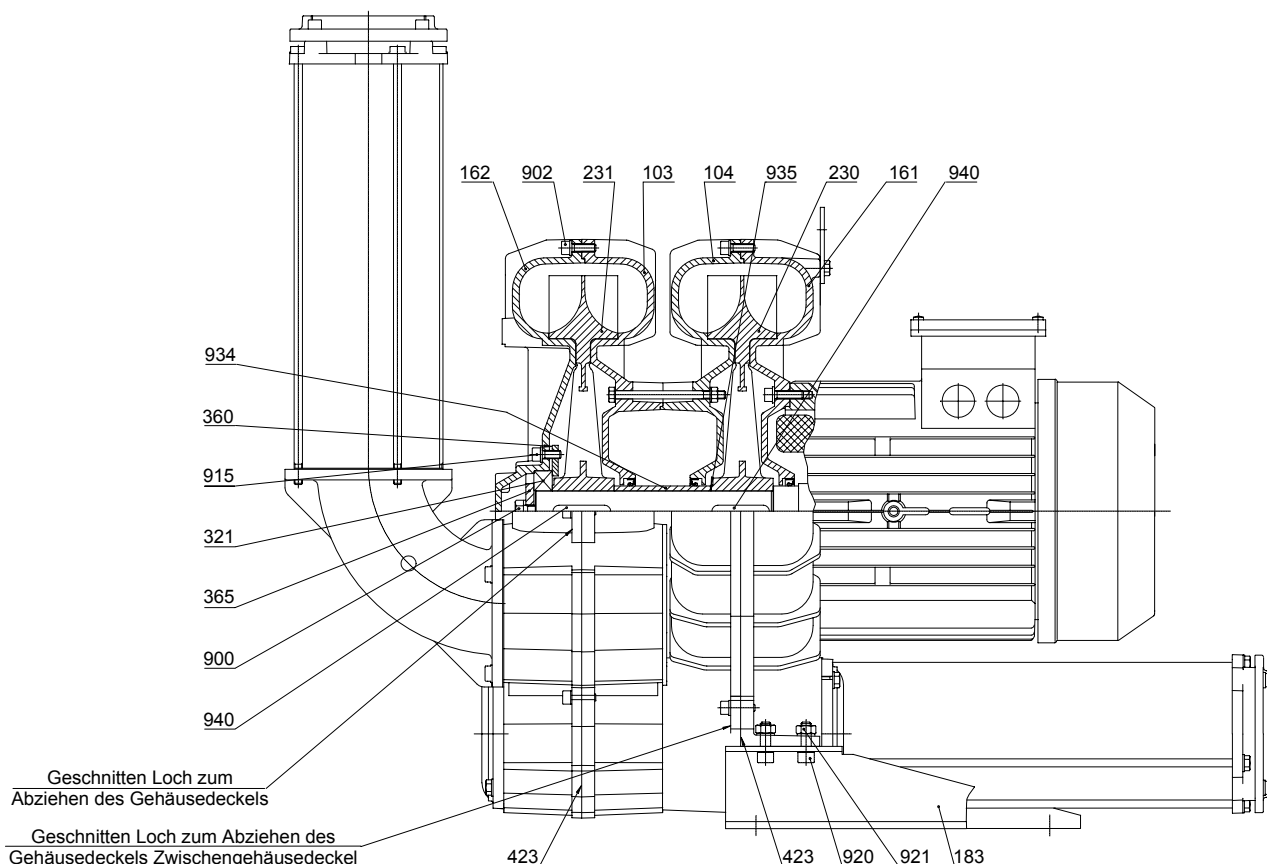
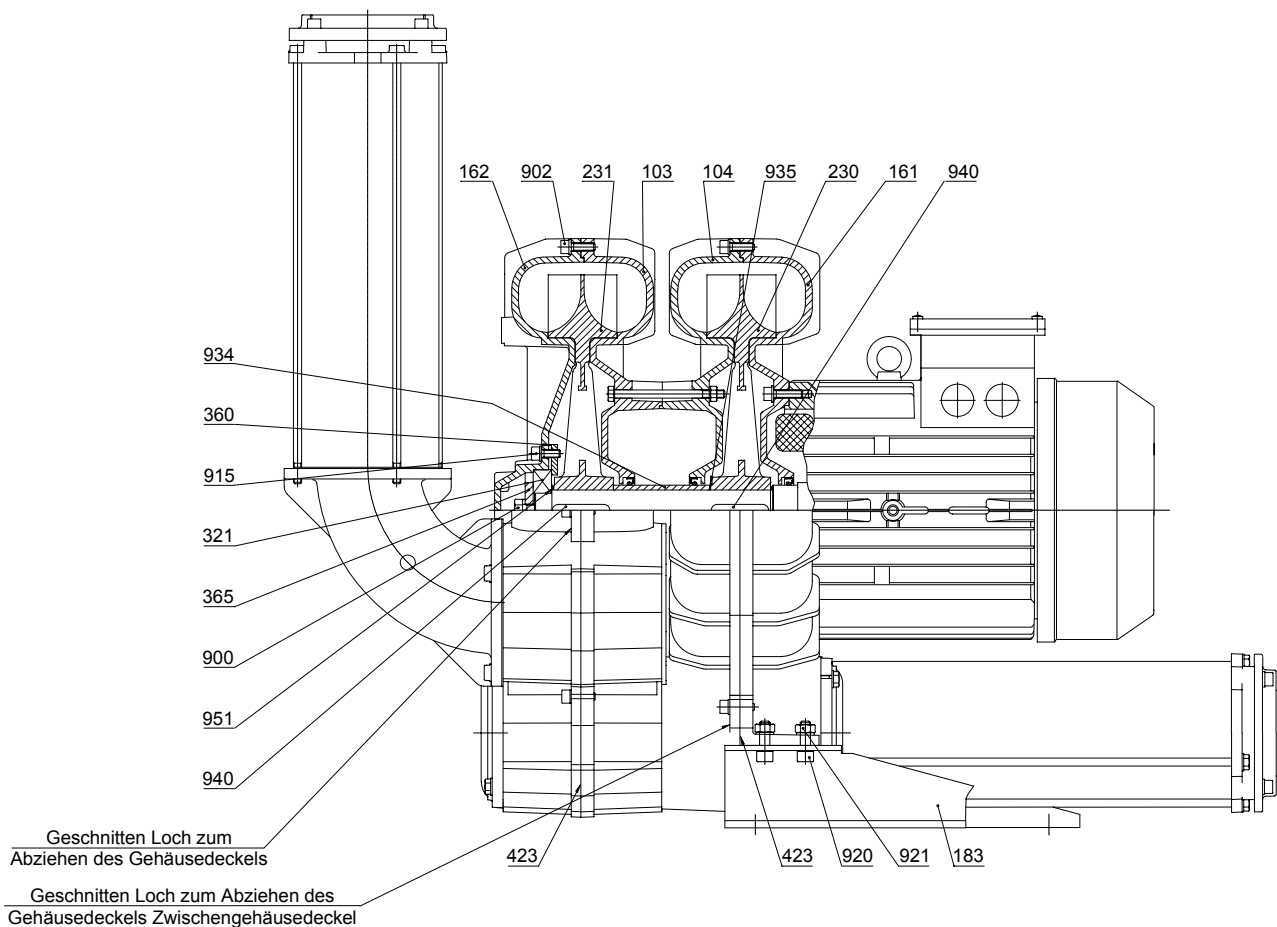

Bild. 1
Bild 2
3. Die gewünschte Position auswählen (siehe Bild 1, Bild 2 und Bild 3).
Sollte die Reinigung der Innenteile notwendig sein, wie folgt vorgehen (siehe bild 1):
Sollte die Reinigung der Innenteile notwendig sein, wie folgt vorgehen (siehe bild 2):